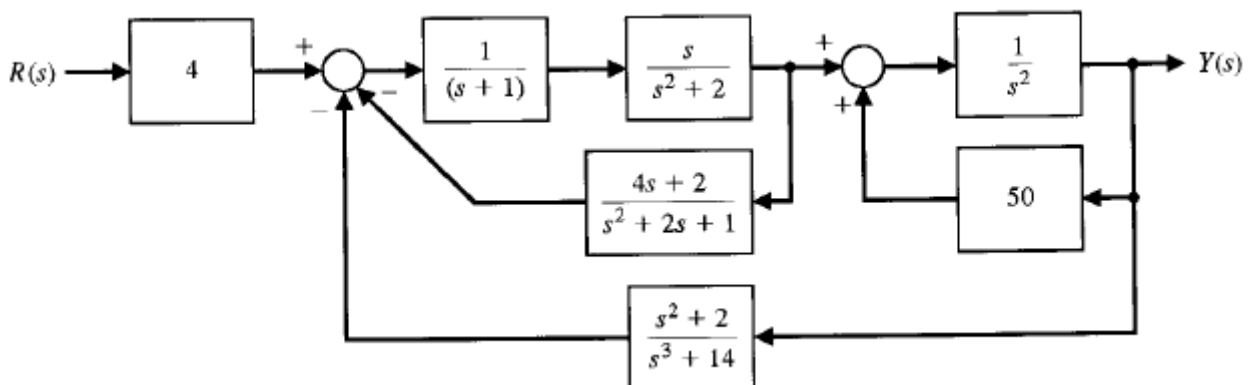

Figura 5: Diagrama de blocos de um sistema de controle com múltiplas malhas de retroação (Questão 12).
12. Considere o diagrama de blocos apresentado na Figura 5.
- Use o MATLAB para reduzir o diagrama de blocos da Figura 5 e calcular sua função de transferência em malha fechada;